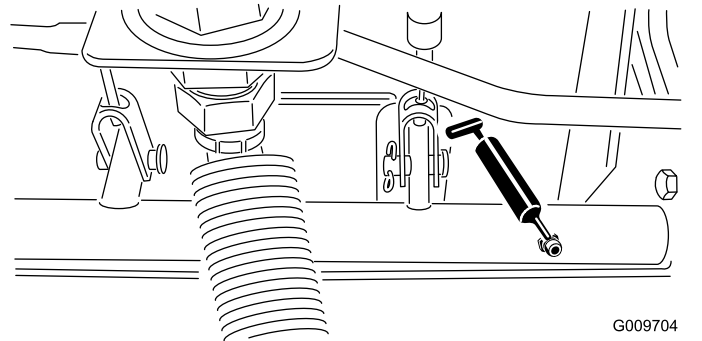

Figura 75
- Cojinetes de pivote de eje de freno (5) tal y como se muestra en la Figura 75